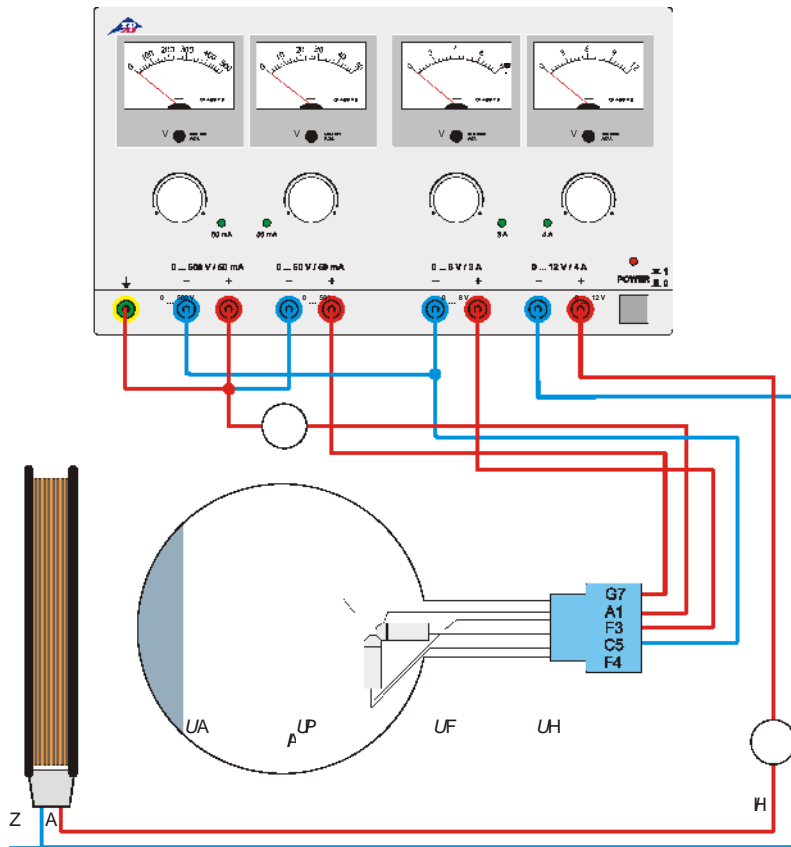

Fig. 5 Der Effekt eines axialen Magnetfelds
- Beschaltung der Röhre gemäß Fig. 5 vornehmen.